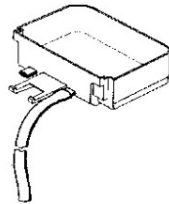

рис. 1
- 7-Каждый поддон имеет две мембранные пробки: если необходим постоянный слив, сделайте отверстие в одной из сливных пробок и подсоедините ее к гибкому сливному шлангу (см. рис. 1).